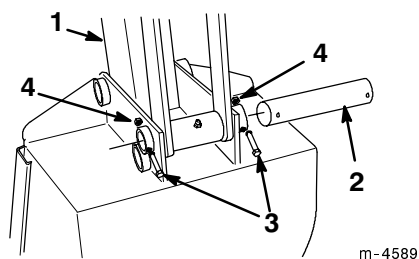

Abbildung 7
- Die Schrauben und Muttern entfernen, mit denen die beiden Löffelstifte an der Löffelstange befestigt sind (Abb. 7).
- Die Stiftlöcher im Löffel auf die Montagelöcher in der Löffelstange ausrichten (Abb. 7).
- Den Löffel mit den zuvor entfernten Stiften, Schrauben und Muttern befestigen (Abb. 7).